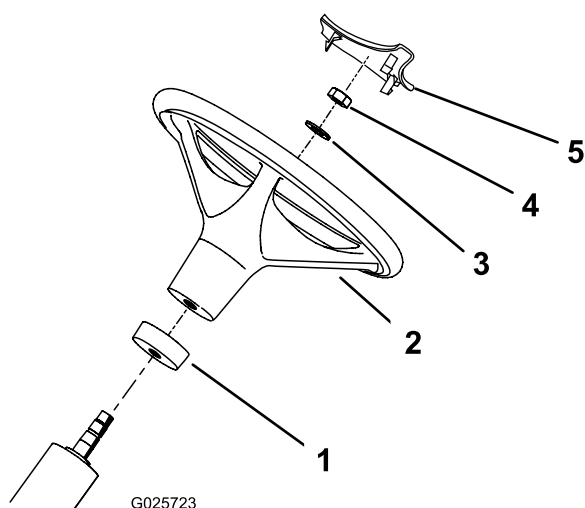

Figure 2
2. Glissez la bague en mousse sur l'arbre de direction (Figure 2) en commençant par la petite extrémité.
3. Glissez le volant sur l'arbre de direction (Figure 2).
4. Fixez le volant à l'arbre de direction avec une rondelle et un contre-écrou (Figure 2). Serrez le contre-écrou à un couple de 27 à 35 Nm.
5. Posez le couvre-moyeu sur le volant (Figure 2).